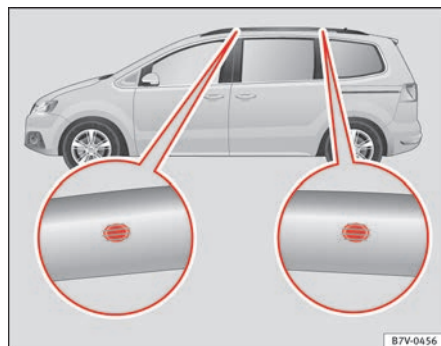

Fig. 101 Puntos de fijación de los soportes básicos y del portaequipajes del techo.
Los orificios de posicionamiento se encuentran en el lado interior de la baranda → fig. 101.
- El soporte básico debe fijarse únicamente en los puntos indicados en la ilustración → fig. 101.